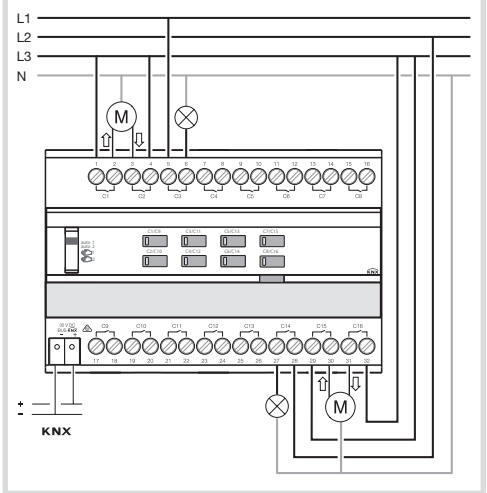

Figura 2: Collegamento dell'apparecchio
- Collegare il carico in base all'immagine (figura 2) alle uscite dell'apparecchio.
- Collegare gli ingranaggi in base all'immagine (figura 2). Utilizzando la stessa fase (conduttore fase).